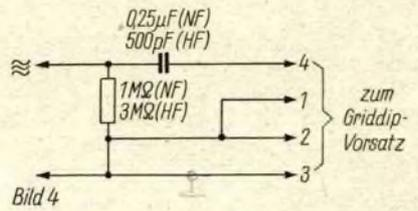
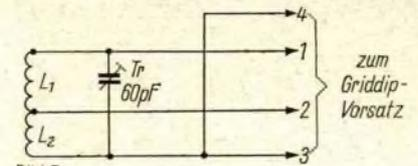

Bild 4
Bild 5
Bild 2: Schaltung des Griddipper-Vorsatzes zum Röhrenvoltmeter nach Bild 1. 1-2-3-4: Stecksockelanschlüsse für Spulen und Tastköpfe nach Bild 4 und 5. Falls fünfpolige Stecksockel benutzt werden, kann die nach Anschluß 1 führende Drehkoleitung über den 5. Sockelpol getrennt zu den Spulen nach Bild 5 geführt und erst dort mit 1 verbunden werden. Bedarfsweise kann dann in einzelnen Spulen nach ein Verkürzungskondensator zwischen 1 und 5 geschaltet werden, um die Skala zu dehnen. Bei richtiger Bemessung dieses Zusatzkondensators und von Tr werden dann alle Bereichsskalen auf der Drehkoskala gleichlang, was die Eichung vereinfacht und kleinere Skala ermöglicht. – Die mit Katode und Anschluß 2 verbundene unbenutzte Diodenanode der EABC 80 ist die hochohmige AM-Diode. Anzuschließen sind die beiden gleichartigen FM-Dioden.
Bild 4: Aufsteck-Tastkopf für Wechselspannungsmessungen. Der Tastkopf wird auf den Griddipper-Zusatz gesteckt, dieser ist mit dem Röhrenvoltmeter verbunden. Die Dimensionierung dieses doppelt vorhandenen Tastkopfes ist für HF: 500 pF und 3 MOhm, für NF: 0,25 µF und 1 MOhm. Die Kondensatoren sollen spannungsfest (500 V~) sein. Verwendbar für 0,2 bis 600 V~, 40 Hz bis 20 kHz (NF) bzw. 15 kHz bis 10 MHz (HF), Eingangsscheinwiderstand etwa 500 kOhm im NF-Bereich
Bild 5: Schaltung der Aufsteckspulen für den Griddipper-Vorsatz nach Bild 2. Es werden sechs Spulen für die verschiedenen Bänder angefertigt, deren Spulendaten die Tabelle angibt. Siehe auch Bildunterschrift Bild 2